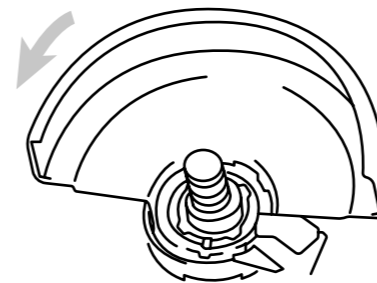

Рисунок 2.2.3. Установка защитного кожуха
Установите защитный кожух так, чтобы выступы на его хомуте совместились с пазами на коробке подшипника (рисунок 2.2.3.). Поверните защитный кожух на 180° против часовой стрелки. Проверьте, чтобы винт был надежно затянут. Для снятия кожуха диска выполните
❶ Снимите наружный прижимной фланец «3» (рисунок 2.2.3.).